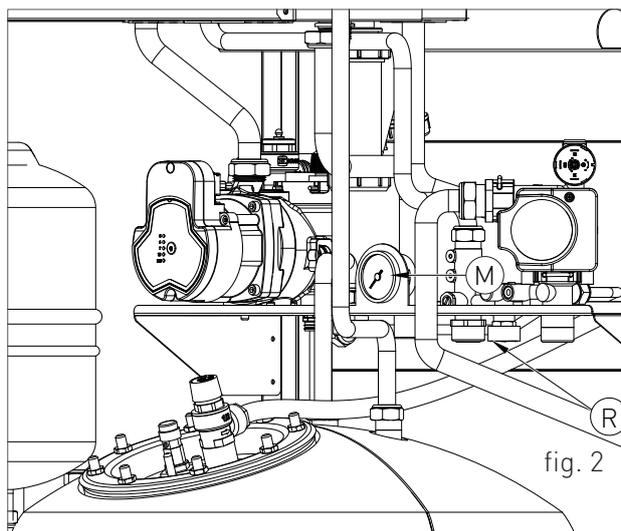
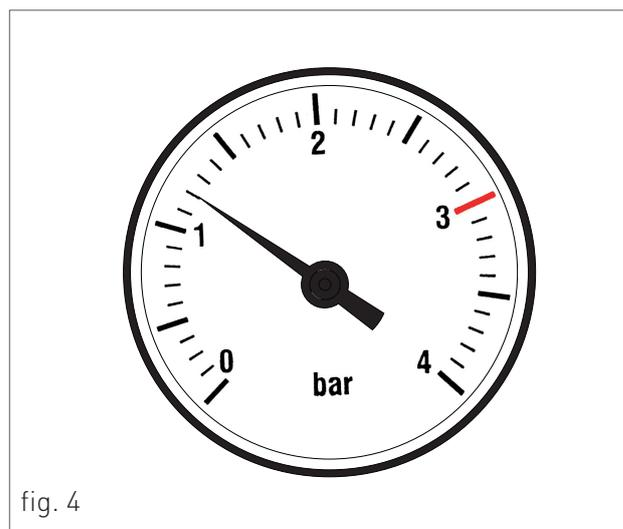

fig. 2
fig. 4
3. aprire il rubinetto di carico "R" (fig. 2);
5. controllare attraverso il manometro "M" (fig. 2) che la pressione dell'impianto raggiunga 1.2 bar (fig. 4);
6. ad operazione avvenuta, assicurarsi che il rubinetto di carico "R" (fig. 2) sia ben chiuso.
8. se dopo le suddette operazioni si rilevasse una diminuzione della pressione dell'acqua nell'impianto, aprire di nuovo il rubinetto di carico "R" fino a che la pressione nel manometro non segni 1.2 bar (fig. 4).